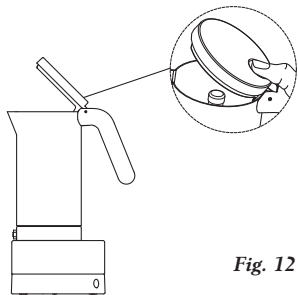

Fig. 12
- Levante a tampa, utilizando o furo próprio existente na parte superior . (fig. 12)